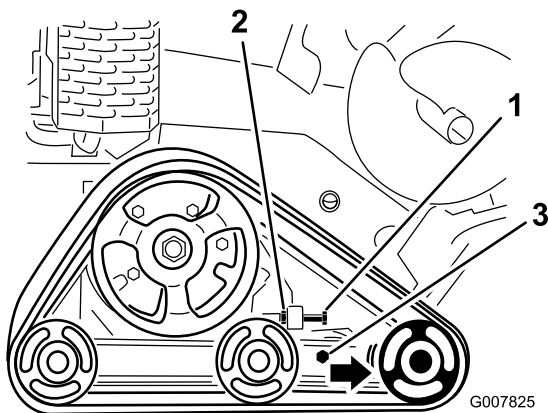

Figure 48
3. Desserrez l'écrou de blocage sur le boulon de réglage de tension de la chenille et les boulons de serrage du bras de tension (Figure 48).
4. Serrez le boulon de réglage de tension à un couple de 32,5 à 40,7 Nm pour tendre la chenille (Figure 48).
4. Desserrez le boulon de réglage de tension et l'écrou de blocage (Figure 48).
5. Desserrez les boulons de serrage (Figure 48).